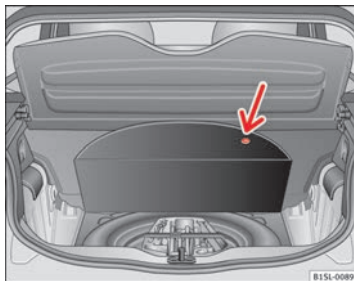

Fig. 138 Dans le coffre à bagages : Moquette levée.
L'outillage de bord, la roue de secours, la roue d'urgence ou le kit de crevaison se trouvent dans le coffre à bagages, sous la moquette du plancher ⇒ fig. 138.
- Soulevez la moquette par le revêtement (flèche) ⇒ fig. 138.